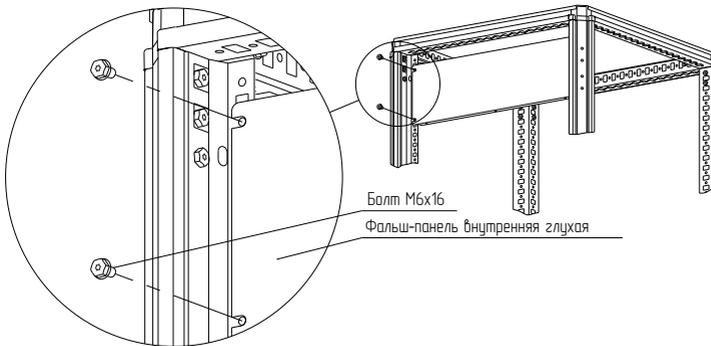

Рисунок 20
- вариант 1. Болтами М6х 16 (рисунок 20). Момент затяжки – 7 Н·м. Болты приобрести отдельно;